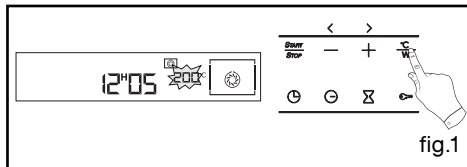

fig.1
- Appuyez sur la touche $\frac{C}{W}$ (environ 2 secondes) jusqu'à ce que les chiffres de température clignotent (fig.1).